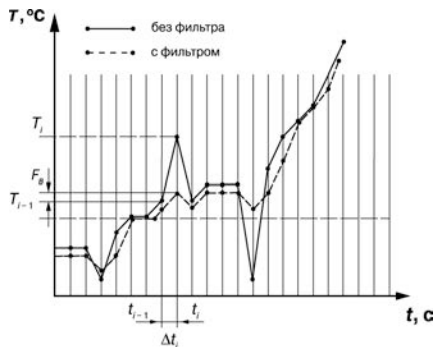

Рисунок 3.4
3.1.4.4.2 Полоса цифрового фильтра позволяет защитить измерительный тракт от единичных помех и задается в единицах измеряемой величины. Если измеренное значение T_i отличается от предыдущего T_{i-1} на величину, большую, чем значение параметра **Fb**, то прибор присваивает ему значение равное $(T_{i-1} + F_b)$, а полоса фильтра удваивается (рисунок 3.4). Таким образом, характеристика сглаживается.